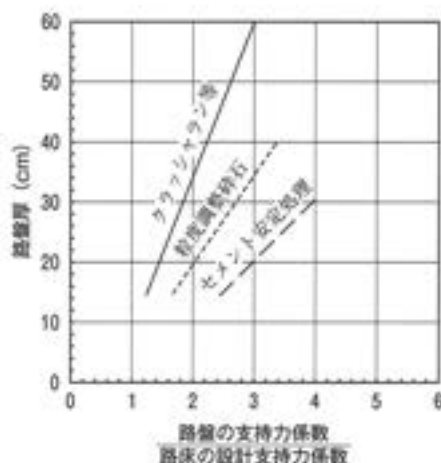

図2-1 路盤厚の設計曲線
(3) 次の文章の①～③に当てはまる適当な数値を解答欄に記入しなさい。
コンクリート舗装の路盤厚の設計を行うことになった。路床の支持力係数を5箇所で測ったところ、95、90、106、88、76 MPa/mであった。これらの標準偏差が11のとき、設計支持力係数は ① MPa/mとなる。このとき、路盤構成を1層とし、路盤の支持力係数を200 MPa/mとするためには、クラッシュランを使用する場合は路盤厚 ② cm必要となり、粒度調整碎石を使用する場合は路盤厚 ③ cm必要となる。なお、路盤厚を求めるにあたっては、図2-1を利用することとする。